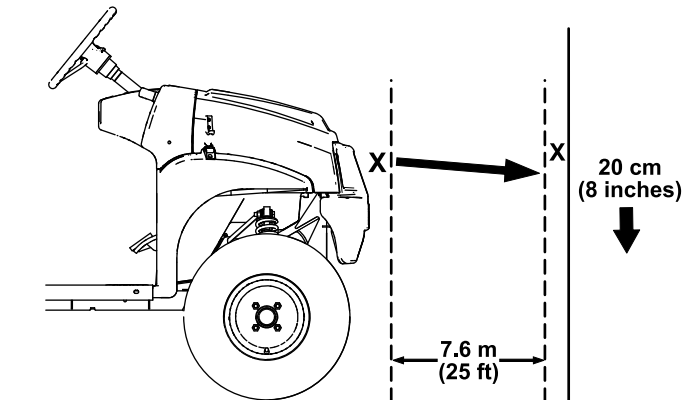

Figura 49
1. Parcheggiate la macchina su terreno pianeggiante con i fari a circa 7,6 m di distanza da una parete (Figura 49).
La parte più luminosa del fascio dei fari deve trovarsi 20 cm sotto il segno tracciato sulla parete (Figura 49).